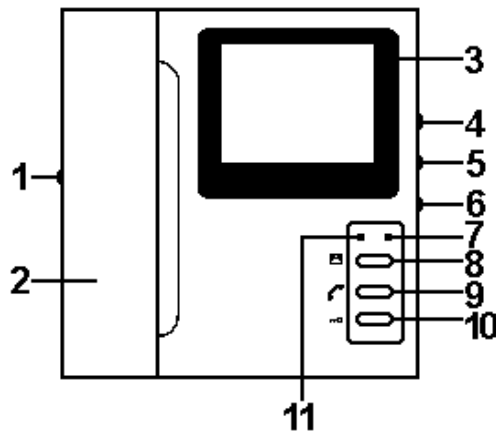
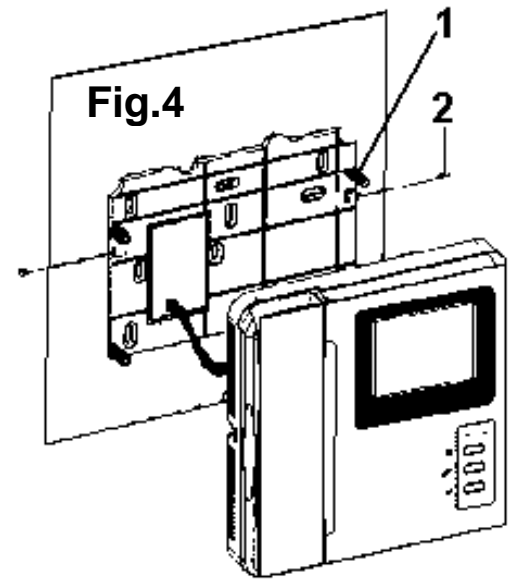

Fig. 2
Fig.4
3. For the monitor unit: pull the wire through the hole in the mounting bracket and mount the bracket to the wall. Connect the wire to the monitor unit. Put the monitor unit on the 4 pins on the bracket (fig.4 #1) and fasten it by means of a screw on either side of the unit (fig.4 #2). Set the impedance switch of the monitor unit (fig.2 #1) to "75Ω".
4. It is possible to connect up to three monitor units to one camera unit, providing that the total cable length does not exceed 100m. Additional monitor units are available separately (order code **CAMSET14/MON**). Connect the monitor units as in the figure below. The image impedance switch (fig.2 #1) of the last unit must be set to "75Ω", the others to "OFF".
You can attach 1,2 or 3 monitor units. If you connect only one monitor unit, you should switch the impedance matching switch (see fig. 2 #1) of that unit to "75Ω". If you connect two or three monitor units, you should always switch the impedance matching switch of the last unit in the series to "75Ω" (2 monitor units = impedance switch of the second unit, 3 monitor units = impedance switch of the third unit).
- If you want to let the visitor in and an electronic door lock is installed, press the unlock button (fig.2 #10).
- Communication can also be established from inside: pick up the handset and press the 'monitor' button (fig.2 #8).
- If more than 1 monitor unit is installed, the intercom button (fig.2 #9) can be used to call another monitor unit.
Monitorpost (zie fig.2 blz. 1)
3. Voor de monitorpost: steek de kabel door het gat in de montagebeugel en zet deze vast tegen de muur. Sluit de kabel aan op de monitorpost. Zet de monitorpost op de 4 pinnen op de beugel (fig.4 #1) en maak hem vast door middel van 1 schroef aan elke kant van het toestel (fig.4 #2). Zet de impedantieschakelaar (fig.2 #1) op "75Ω".
4. U kunt tot 3 monitorposten aansluiten op één camerapost, zolang de totale kabellengte niet groter is dan 100m. Extra monitorposten zijn afzonderlijk verkrijgbaar (bestelcode **CAMSET14/MON**). Sluit de monitorposten aan zoals in fig.5, blz.2. De impedantieschakelaar (fig.2 #1) van het laatste toestel moet op "75Ω" staan, de andere op "OFF".
U kunt 1, 2 of 3 monitorposten aansluiten. Wanneer u slechts één monitorpost aansluit, zet dan de impedantieschakelaar (zie fig. 2 #1) van die monitorpost op "75Ω". Wanneer u twee of drie monitorposten aansluit, moet u ervoor zorgen dat u steeds de impedantieschakelaar van het laatste toestel in de rij op "75Ω" zet (2 monitorposten = impedantieschakelaar tweede eenheid, 3 monitorposten = impedantieschakelaar derde eenheid op "75Ω").